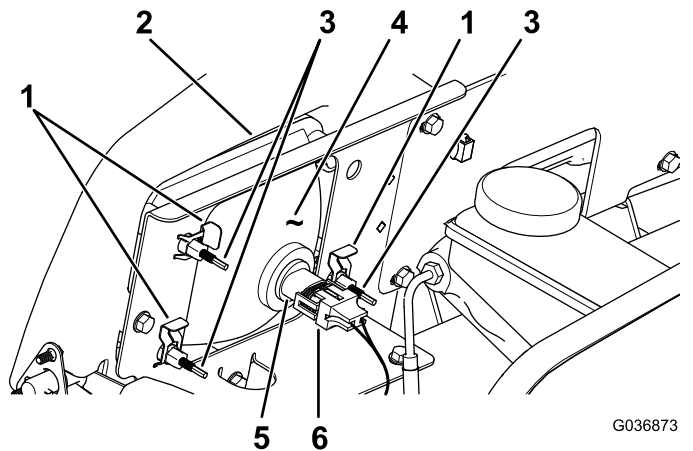

Figure 37
3. Débranchez le connecteur électrique sur le faisceau du connecteur du phare (Figure 37).
4. Retirez les clips rapides qui fixent le phare sur son support (Figure 37).
5. Déposez le phare en le poussant vers l'avant et hors de l'ouverture dans le pare-chocs avant (Figure 37).
6. Insérez le phare de rechange dans l'ouverture du pare-chocs (Figure 37).
8. Branchez le connecteur électrique du faisceau sur le connecteur du phare (Figure 37).
2. Au dos du phare, tournez les vis de réglage (Figure 37) afin de faire pivoter le phare et d'aligner la position du faisceau projeté.